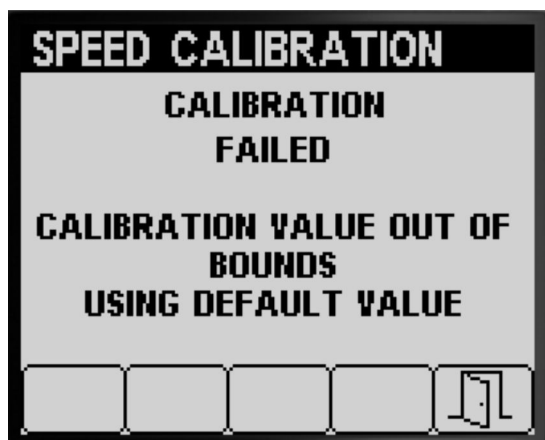

Figura 69
- Un mensaje indica que la calibración de velocidad ha finalizado con error (Figura 69).
Nota: Si el valor de calibración está fuera de los límites (Figura 69), póngase en contacto con su servicio técnico autorizado de Toro; de lo contrario, revise el mensaje de error y repita los pasos de calibración descritos en Preparación para la calibración de velocidad (página 25) y Realización de la calibración de velocidad (página 26).
5. Pulse el botón 5 para salir de la pantalla Calibración de velocidad (Figura 68 o Figura 69).